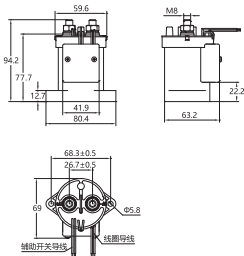

图14 NCZ2-300、350(P)/E□/□□□外形与安装尺寸示意图
(4)NCZ2-300、350外形、安装尺寸如图14~图17所示